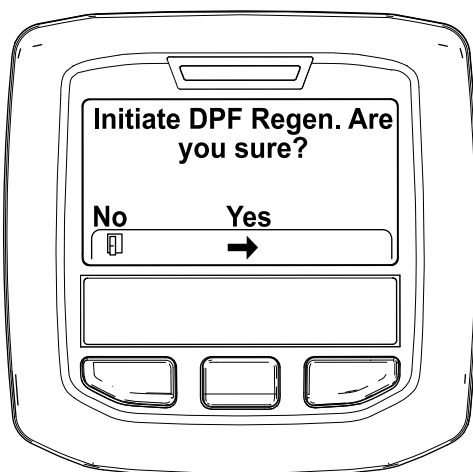

図 31
4. Initiating DPF Regen DPF 再生開始 Are you sure? というメッセージが表示されるので、中央ボタンを押す 図 31。